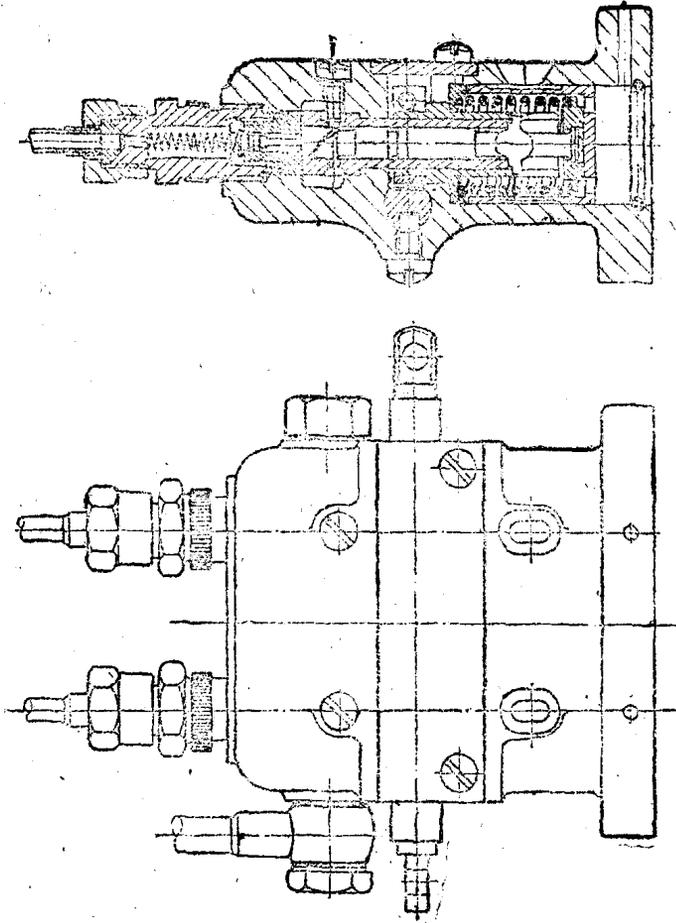

图 8 115型16馬力柴油機用双缸分列式噴油泵
(4) 双缸16马力柴油机喷油泵：芯子直径8.5毫米 (图 8)。